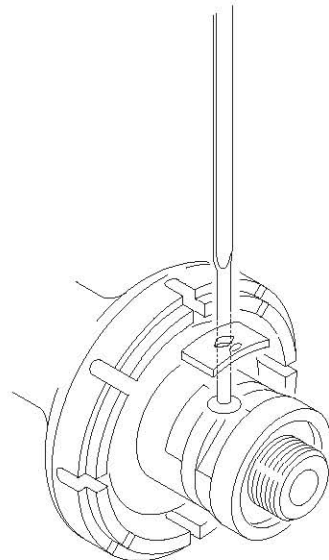

Fig. 44
- Inserite i raggi e le piastrine nelle apposite sedi su un lato del mozzo facendo attenzione che il lato con la tacca sulla faccia convessa della piastrina rimanga rivolto verso l'esterno del mozzo (Fig. 44).
- Insert the spokes and plates in their seats on one side of the hub, taking care that the side with the notch on the convex face of the plate is towards the outside of the hub (Fig. 44).
- Die Speichen und die Speichenbrücke in die Nabe einführen und darauf achten, daß die konvexe und mit einer Kerbe versehene Seite des Plättchens, zur Außenseite der Nabe ausgerichtet ist. (Abb. 44).
- Introduisez les rayons et les plaquettes dans les logements prévus sur l'un des côtés du moyeu en veillant à ce que le côté qui a une encoche sur la partie convexe de la plaquette reste tourné vers l'extérieur du moyeu (Fig. 44).
- Meter los radios y las placas en los asientos correspondientes en un lado del buje, prestando atención a que el lado con la ranura en la cara convexa de la placa quede hacia el exterior del buje (Fig. 44).
- Zet de spaken met de plaatjes op hun plaats voor één zijde van de naaf. Zorg ervoor dat de kant van de inkeping op de ronde kant van het plaatje zit tegenover de buitenkant van de naaf (Fig. 44).